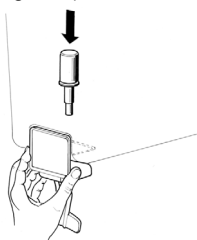

figura 5
**3 Grifo en acero inox por gravedad:** montar la palanca mando grifo y enfilar el pistón unido a la su junta (ver figura 5).